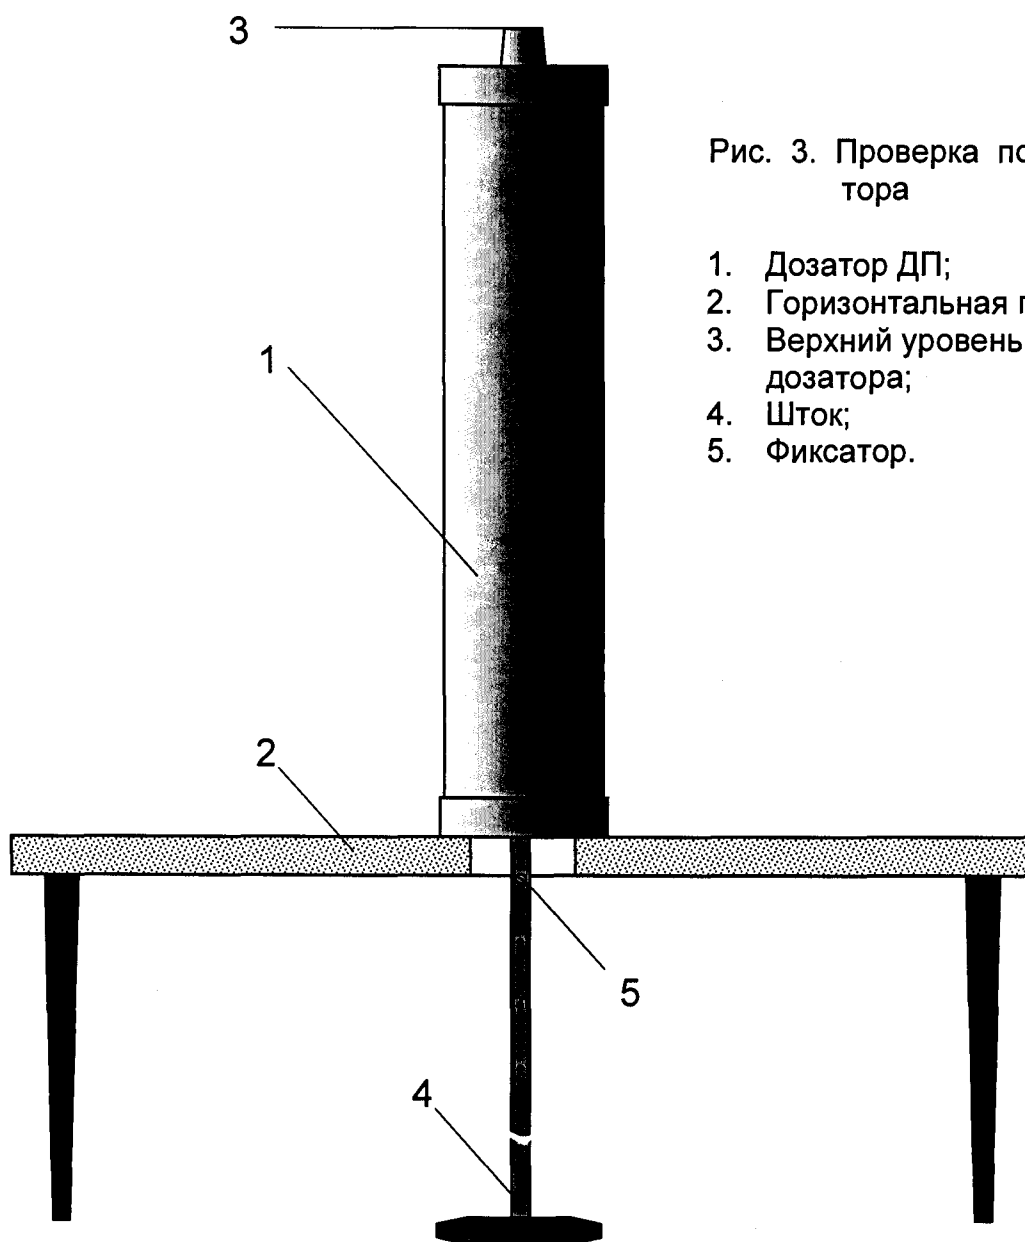

Рис. 3. Проверка погрешности дозатора
3.6.3.2 Устанавливают дозатор вертикально выходной втулкой вверх так, чтобы обеспечивалось свободное движение штока вниз (см. рис. 3). Вводят поршень до его упора в переднюю крышку дозатора.